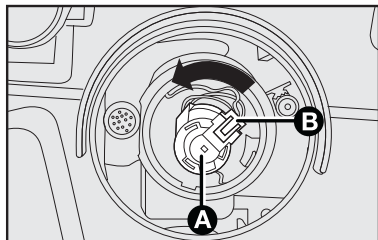

fig. 21
- girar a lâmpada no sentido anti-horário **A-fig. 21** ;
- montar a nova lâmpada no conector **B-fig. 21**;